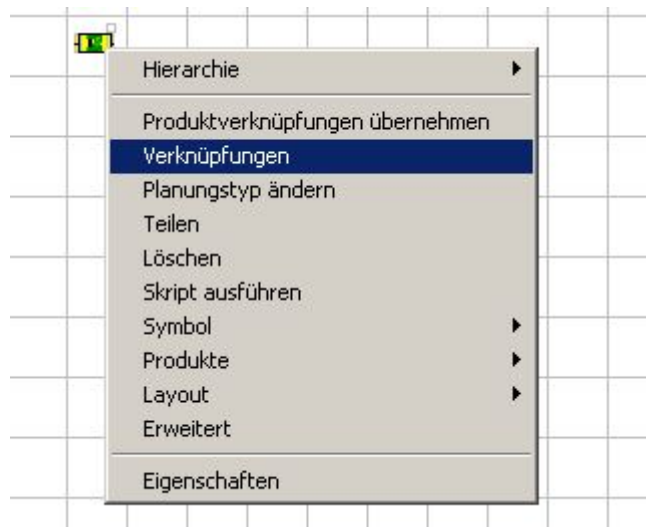

Abbildung 154: Verknüpfungen einer Ressource anzeigen
- ➔ Um den Menüpunkt Verknüpfungen zu starten, selektieren Sie die Ressource und drücken danach die rechte Maustaste. Siehe auch: Abbildung 154.